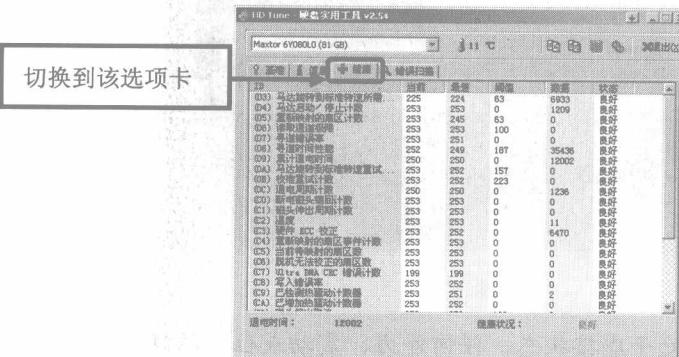

图 1-21
① 运行 HD Tune 硬盘检测软件进入其主界面，然后切换到【健康】选项卡中，查看该硬盘的健康状态，如图 1-21 所示，结果一切良好，未发现任何问题，于是怀疑是电源供电不足。